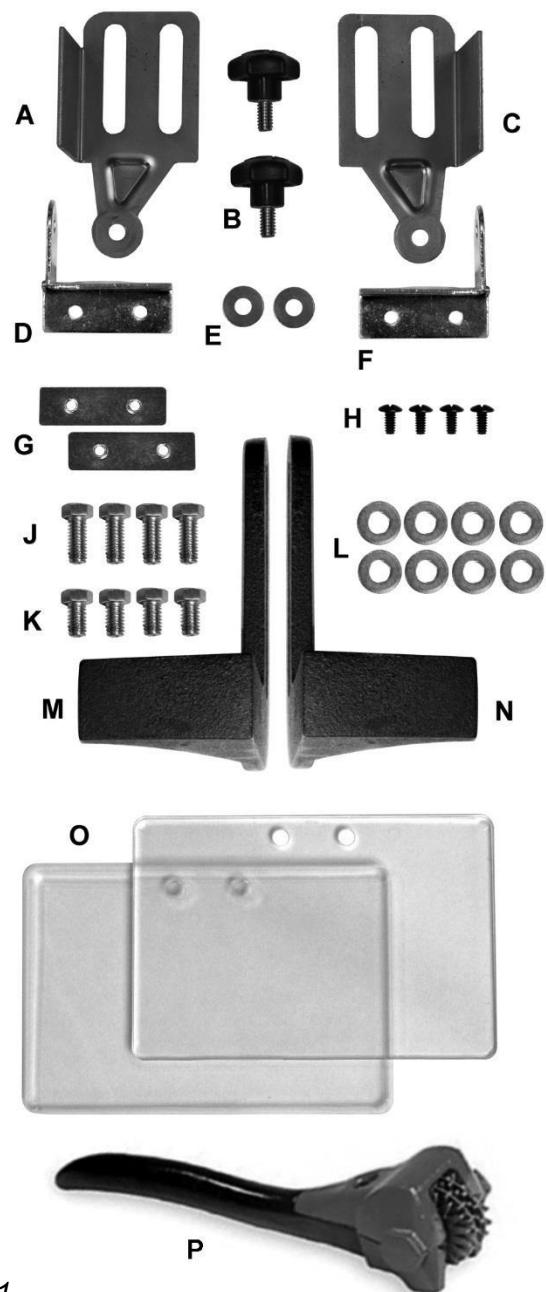

Рис.1
- 1 шт Искровая защита – Левая (A, рис.1)
- 2 шт Фиксирующая рукоятка (B, рис.1)
- 1 шт Искровая защита – Правая (C, рис.1)
- 1 шт Кронштейн защитного экрана – Лев.(D, рис.1)
- 2 шт Плоская шайба, 1/4" (E, рис.1)
- 1 шт Кронштейн защитного экрана–Прав. (F, рис.1)
- 2 шт Пластина защитного экрана (G, рис.1)
- 4 шт Винт со сферической головкой, 3/16 x 1/2" (H, рис.1)
- 4 шт Болт, 3/8 x 3/4" (J, рис.1)
- 4 шт Болт, 3/8 x 1/2" (K, рис.1)
- 8 шт Плоская шайба 3/8" (L, рис.1)
- 1 шт Подручник – Левый (M, рис.1)
- 1 шт Подручник – Правый (N, рис.1)
- 2 шт Защитный экран (O, рис.1)
- 1 шт Устройство правки абразивного круга (P, рис.1)